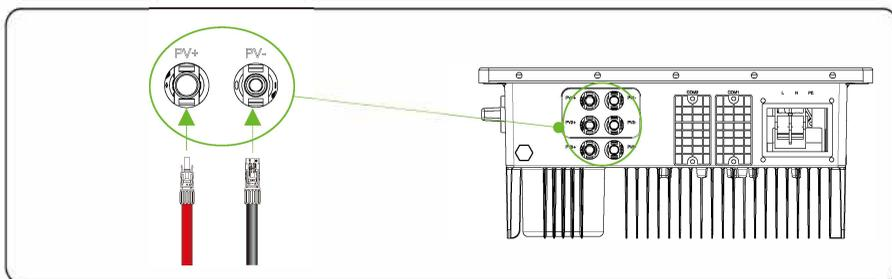

Figura 5.17 Conectando ao inversor
Passo 6: Insira os conectores positivos e negativos nos terminais correspondentes do inversor até ouvir um som de "clique", conforme mostrado na Figura 5.17.